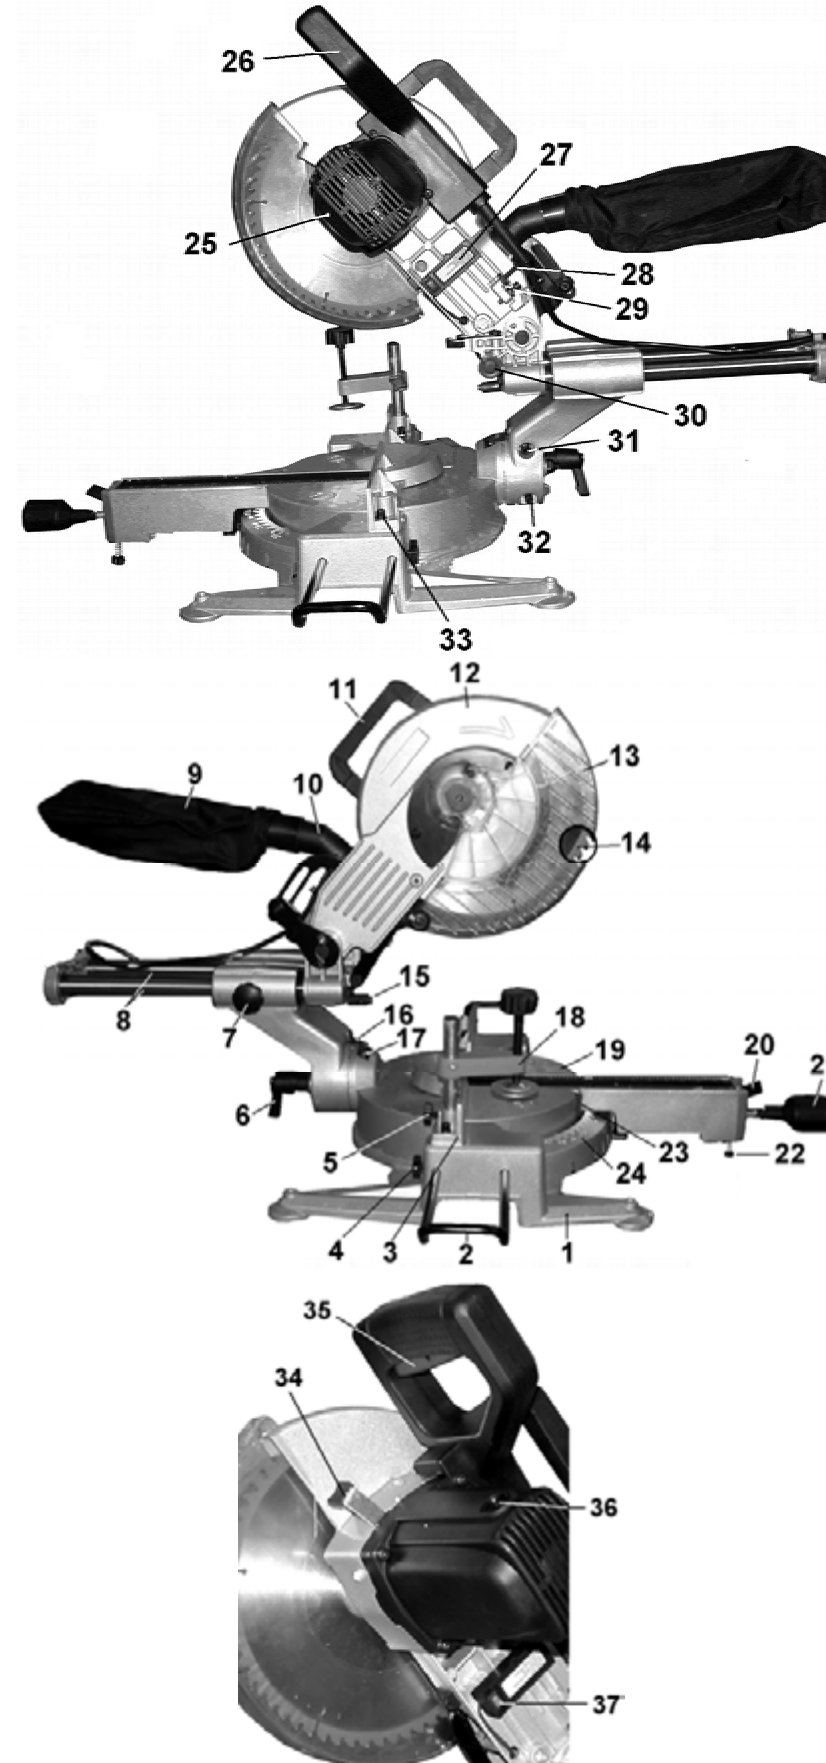

Рис. 2
### 8.1. Сборка (Рис.2)
### 8.2. Приведение пилы в верхнее положение (Рис.2)
8.2.2. Удерживая пилу за рукоятку (26), переместите её в верхнее положение, как показано на Рис.2.
### 8.3. Транспортировка (Рис. 2)
### 8.4. Монтаж (Рис. 2)